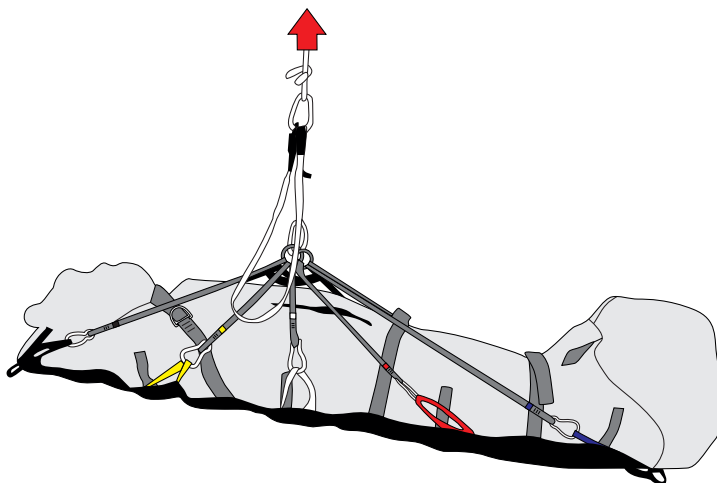

Fig.44
- avvitare completamente le ghiere dei connettori (fig. 44)